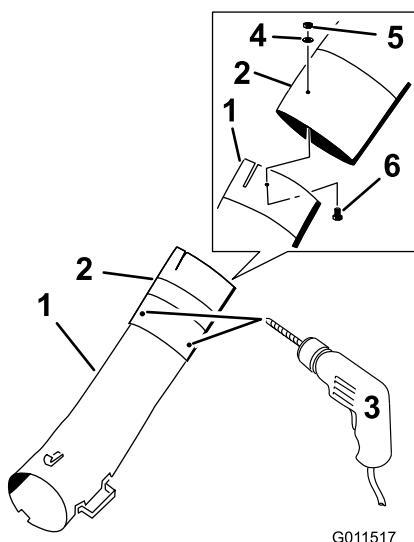

Figure 21
3. En vous servant des trois trous ou indentations du tube central comme repère, percez 3 trous (de 7/32 po de diamètre) à l'endroit où les tubes inférieur et central se rejoignent (Figure 21).
4. Montez sans serrer les tubes inférieur et central avec 3 boulons (10 x 3/4 po), 3 rondelles plates (7/32 po) et 3 contre-écrous (10) (Figure 21).